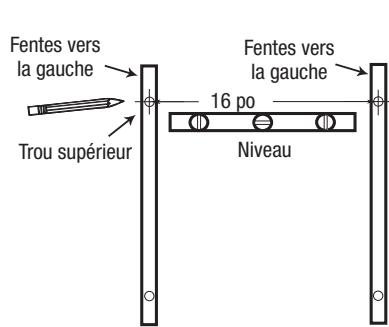

Figure 1
**Étape 2:** Marquez l'emplacement du trou supérieur du montant de droite à 16 po à droite de la première marque. Utilisez un niveau pour vous assurer que les montants seront à la même hauteur, tel qu'ilustré à la **Figure 1**.